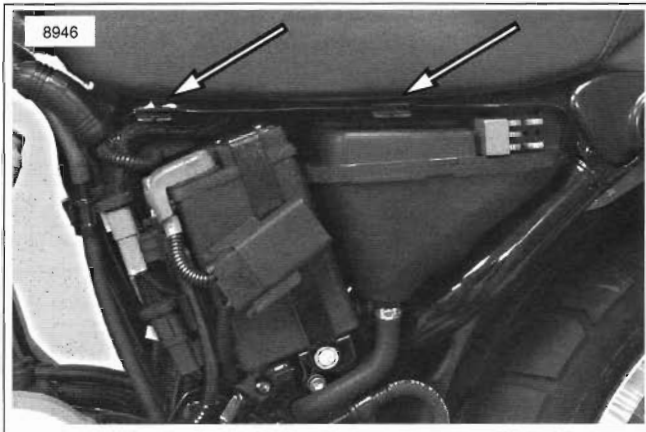

Figura 55. Presillas de la cubierta lateral
2. Vea la Figura 55. Tire suavemente de la parte superior de la cubierta izquierda separando la cubierta de las presillas. Levante la cubierta para separarla de la estructura. (No se requieren herramientas).
1. Vea la Figura 55. Tire suavemente de la parte superior de la cubierta izquierda separando la cubierta de las presillas. Levante la cubierta para separarla de la estructura. (No se requieren herramientas).